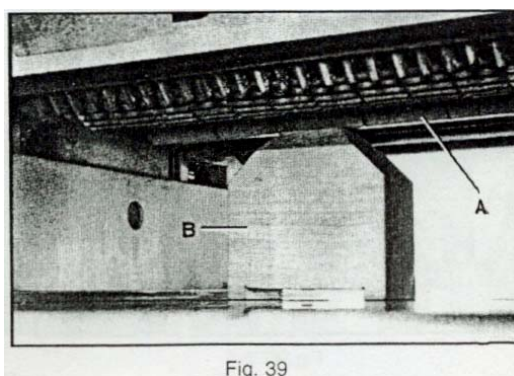

Fig. 39
4. Провести калибровочный блок В, рис. 39 прямо под стружколомателем А, как показано на рисунке. Нижняя плоскость стружколомателя должна при этом коснуться калибровочного блока.